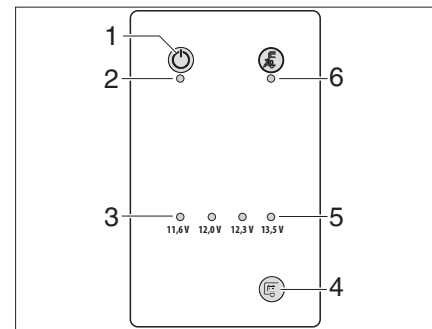

Fig. 64 Panel LT 104
Con la tecla táctil (Fig. 64,4) se puede visualizar la tensión de la batería del habitáculo.
Los LEDs de control (Fig. 64,5) visualizan la tensión de la batería.
- El LED de advertencia rojo (Fig. 64,3) se enciende:
El LED de advertencia rojo (Fig. 64,3) se enciende tan pronto como el voltaje de la batería del habitáculo es sólo de 11 V (medición durante la operación), lo que amenaza la descarga total.
El interruptor principal de 12 V (Fig. 64,1) conecta y desconecta el panel y la alimentación de 12 V del habitáculo.
- ▶ Tocar la tecla táctil (Fig. 64,1). La alimentación de 12 V del habitáculo está conectada. La luz de control de 12 V (Fig. 64,2) se enciende de color verde.
- ▶ Tocar de nuevo la tecla táctil (Fig. 64,1). La alimentación de 12 V del habitáculo está desconectada. Se apaga la luz de control de 12 V (Fig. 64,2).
Se enciende la luz de control de 12 V (Fig. 64,5) cuando se conecta el interruptor principal de 12 V (Fig. 64,6).
La luz de control de 230 V amarilla (Fig. 64,1) se enciende cuando hay tensión de red en la entrada del bloque eléctrico.